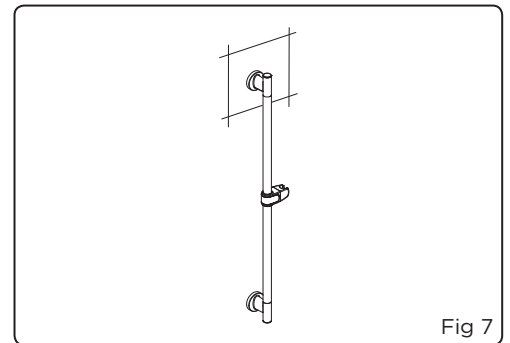

Fig 7
7. Repeat step 5-6 for bottom of slide bar (Fig 7).
Répéter les étapes 5 et 6 pour la partie inférieure de la barre (fig. 7).
Repita las etapas 5 y 6 para la parte inferior de la barra (fig. 7).